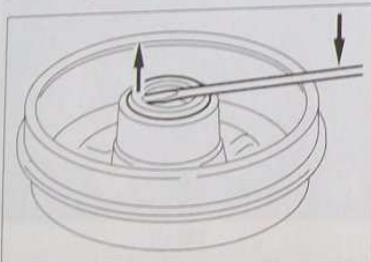

FIG. 14
- la bague d'étanchéité avec la cible, en faisant levier à l'aide d'un tournevis depuis l'intérieur du tambour (Fig.14).